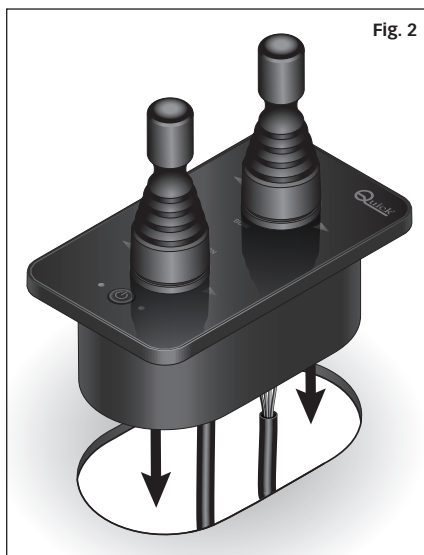

Fig. 2
- (Fig. 2) introducir el mando en el agujero y presionar para hacerlo adherir bien a la superficie